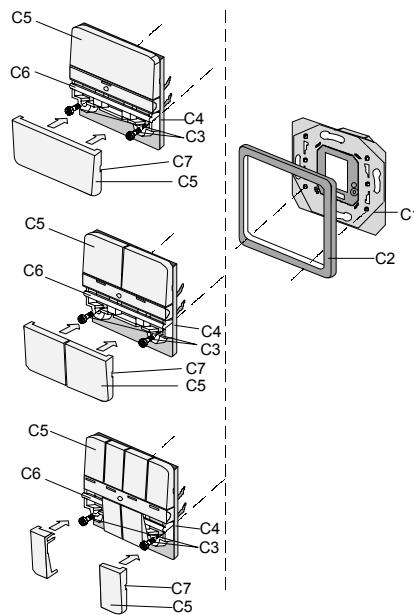

Bild 3: Montagereihenfolge
- Stecken Sie das Tastermodul (C4, Bild 3) gemeinsam mit dem Rahmen (C2) auf den Busankoppler UP (C1) und drücken es fest zusammen.
- Wichtig dabei: Das Tastermodul (C4, Bild 3), die Tasterwippen (C5) plus Rahmen (C2) festhalten / andrücken.
- Den Taster (C4, Bild 3) komplett mit dem Rahmen (C2) von dem Busankoppler UP (C1) abziehen: